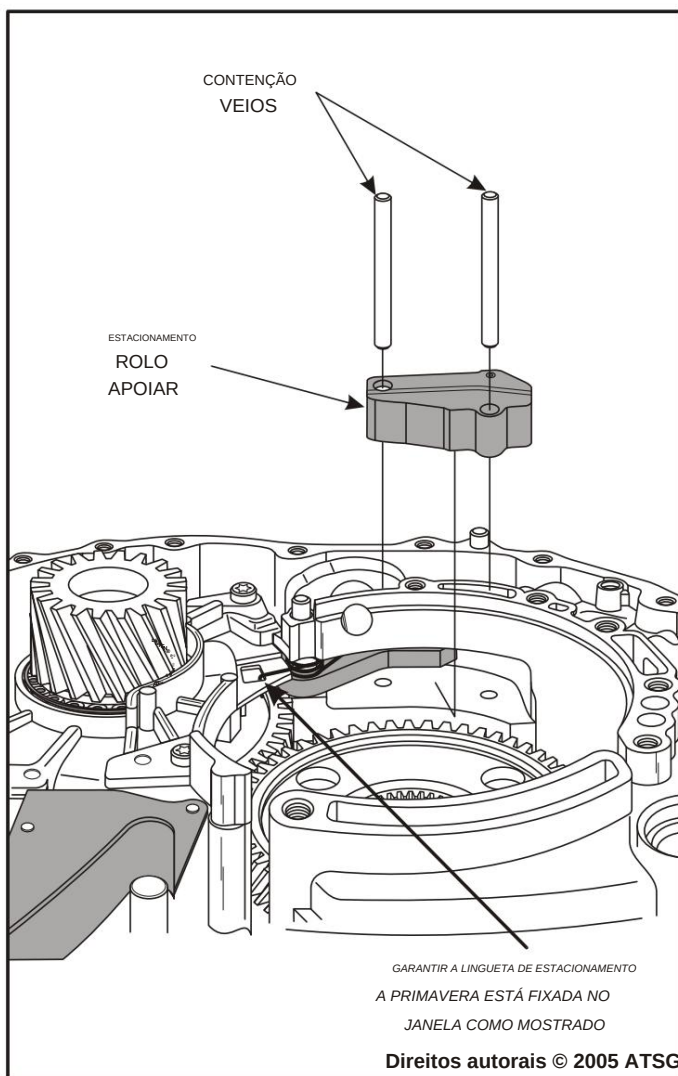

Figura 165
25. Prenda a mola de retorno da lingueta de estacionamento no janela do suporte do rolamento (ver Figura 165).
26. Instale o suporte do rolo de estacionamento, conforme mostrado na Figura 165 e instale os pinos de retenção.
Nota: Verifique mais uma vez para garantir que a mola de retorno da lingueta de estacionamento esteja enganchada na janela, conforme mostrado na Figura 165.